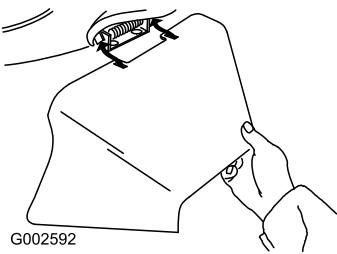

Figure 22
- Montez l'éjecteur latéral et rabatbez le volet sur l'éjecteur (Figure 22).